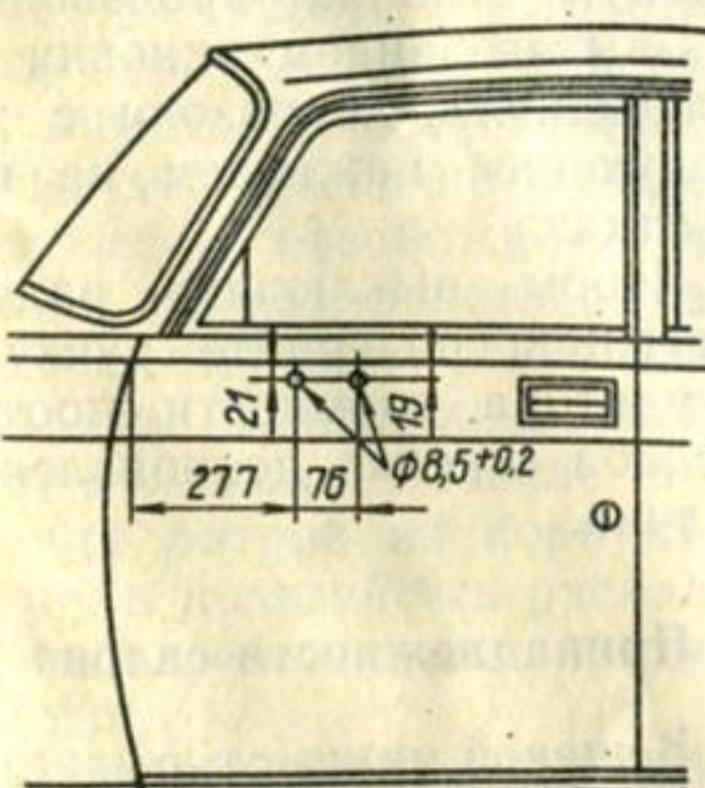

Рис. 22. Расположение отверстий на передней двери для крепления наружного зеркала
1. Просверлите в наружной панели двери два отверстия $\varnothing 8,5^{+0,2}$ мм в соответствии с размерами, показанными на рис. 22.